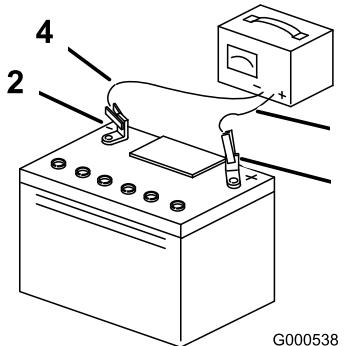

Figura 35
- Quando la batteria è completamente carica, staccate il caricabatterie dalla presa elettrica e scollegate i cavi di ricarica dai poli della batteria (Figura 35).